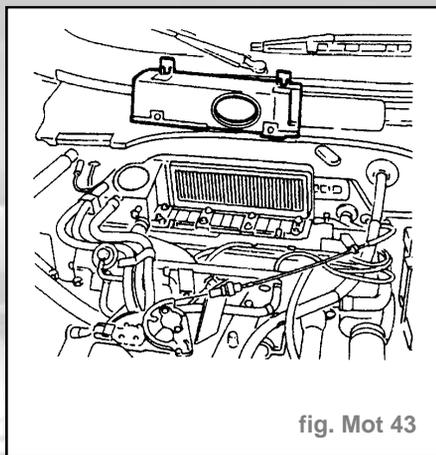

fig. Mot 43
- Déposer le couvercle du filtre à air (fig. Mot. 43).